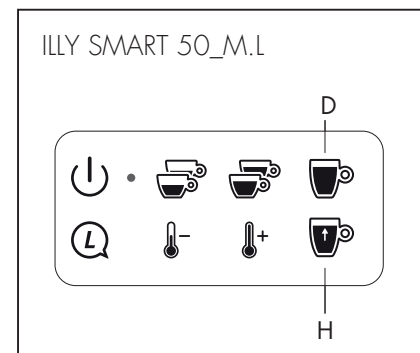

Fig. 12
Per ILLY SMART 50\_M.L. il tasto (D) eroga 240 cc ed il tasto (H) eroga 90 cc; assicurarsi quindi di posizionare un contenitore adatto alla quantità erogata **(Fig. 12)**.